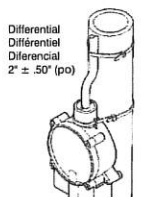

Figure 3
3. For universal installation, refer to Figure 3. The RS-5LL can be attached to a pipe with the cable ties provided. Slots are provided at the upper collar of the switch housing to enable you to secure the switch to piping. Use one cable tie to attach the switch to the pipe through the slots on the collar. The other cable tie should be used to secure the power cord to the piping approximately 3" above the switch collar as shown in Figure 3.
3. Pour une installation universelle, consulter la Figure 3. Le RS-5LL peut, à l'aide des attaches de câble fournies, se fixer à un tuyau. Le haut circulaire dans le boîtier de l'interrupteur est muni de rainures afin de pouvoir fixer ce dernier à la tuyauterie. Utiliser une attache de câble pour fixer l'interrupteur au tuyau, par les rainures sur le collet. L'autre attache peut servir à fixer le cordon d'alimentation au tuyau, à environ 3 pouces au-dessus du collet, tel qu'indiqué à la Figure 3.